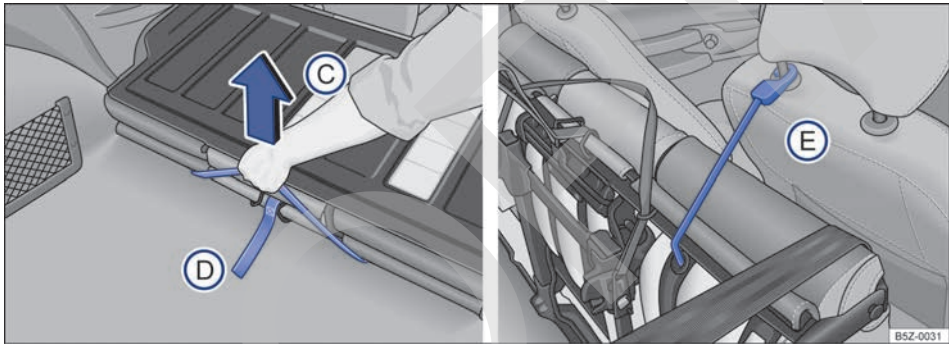

Fig. 78 Asiento trasero: manija para desbloqueo del conjunto del piso (C); correa elástica roja para fijar el vástago del apoyacabezas (E).
- Tire de la manija negra ⇒ **fig. 78 (C)** para desbloquear el conjunto del piso y, al mismo tiempo, levántelo **con cuidado** hacia los asientos delanteros. ▶
- Localice la correa elástica roja ubicada en la parte inferior de la banqueta del asiento y encaje el gancho de la correa en el vástago del apoyacabezas del asiento del acompañante ⇒ fig. 78 E, inmovilizando el conjunto.
- Suelte el gancho de la correa elástica roja del vástago del apoyacabezas del asiento del acompañante ⇒ fig. 78 E y, encájelo debajo del asiento trasero.
- Tire de la manija roja ⇒ fig. 78 D para desbloquear el respaldo y, al mismo tiempo, vuelva a colocar el respaldo en su posición inicial.